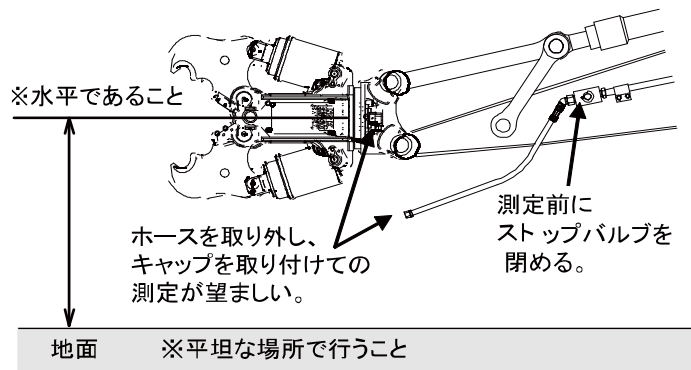
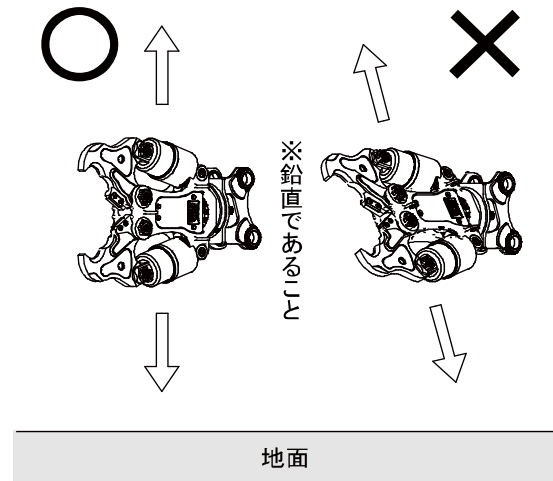

図7-3-1 開閉シリンダーの伸縮量測定1
図7-3-2 開閉シリンダーの伸縮量測定2
- ① エンジンを始動させ、アタッチメントの各開閉シリンダーが上下（図7-3-1参照）の位置になるようアタッチメントを回転させる。
- ② アタッチメントのフレーム中心が水平（図7-3-1参照）かつフレーム正面が鉛直（図7-3-2参照）になるように、アタッチメントの位置を調整する。
- ③ アタッチメントのアームを最大開口まで開く。
- ④ エンジンを停止させ、ストップバルブを閉める。